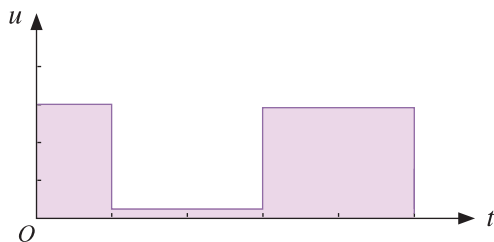

图 3-4 数字信号
1. 如图3-4所示的数字信号,高电平用1表示,低电平用0表示(每1格代表1位二进制数,共5位),则该信号表示的二进制数是_____。